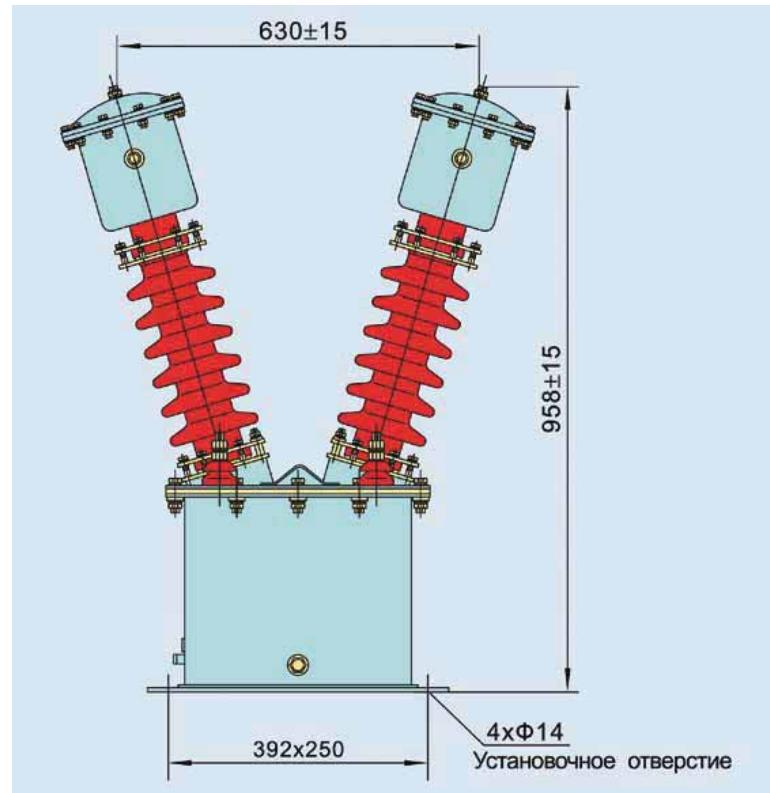

Рис. 6.1 Внешний вид и размеры трансформатора напряжения JDN2-35W2
6. Внешний вид и размеры (см. рис. 6.1)